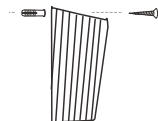

Figure 3
3. Attachez solidement le panier de la manchette à la surface plane à gauche du manomètre en utilisant des mollys et des vis à la hauteur souhaitée. *(Il est conseillé d'utiliser un niveau pour assurer un montage uniforme)* (Figures 3 - 4).